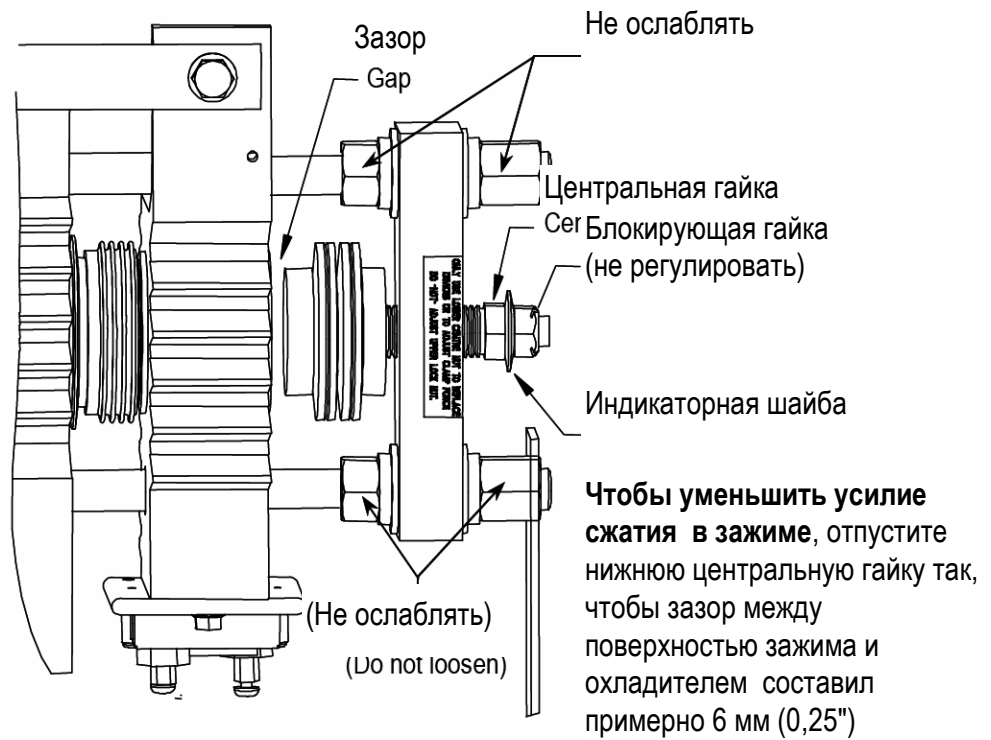

Рис. 9.6 – Зажим охладителя
Важно: НЕ ОСЛАБЛЯЙТЕ гайки на пластиковых стержнях на любой стороне зажимных пластин. Они должны оставаться на своих местах, чтобы поддерживать прямоугольность конструкции. См. рис. 9.6, 9.9 и 9.15.
2. Ослабьте затяжку, вращая центральную гайку под индикаторной шайбой на верхнем конце стяжки. См. рис. 9.6, 9.9 и 9.15.